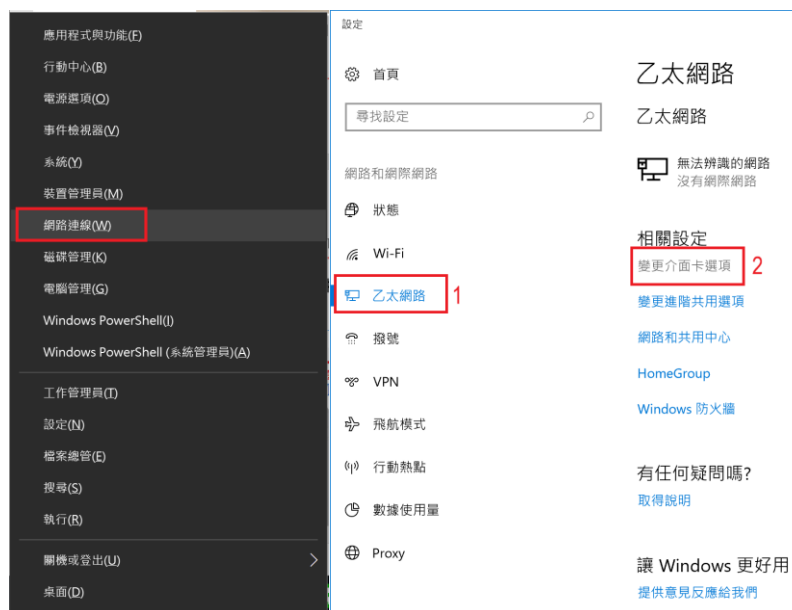

图15 操作前置作业以太网网络设定变更
1) 请从系统网络联机进入以太网网络设定再选择变更适配卡选项，如图 15。